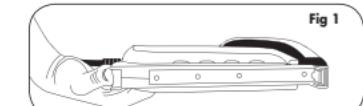
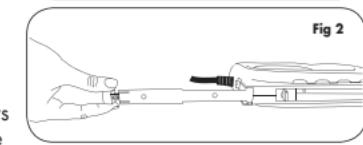

Fig 1
Fig 2
2. L'outil T50AC (Cloueuse et agrafeuse électrique) a un magasin des agrafes et clous de finition de charge inférieur. Retournez l'outil et pressez l'assemblage de poussée (**Fig 1**).
3. Faites reculer le poussoir jusqu'à ce qu'il s'arrête pour exposer le magasin d'agrafes (**Fig 2**).
L'outil T50ACMC est équipé d'une lumière de travail sur le devant (**Fig. 1**). La lumière sera activée en actionnant la gâchette. L'outil T50ACMC est doté d'un interrupteur de sécurité là où l'agrafe ou le clou est expulsé (**Fig. 2**) qui empêchera l'outil de tirer lorsqu'il n'est pas en contact avec la surface de travail. Pour utiliser la lumière de travail à DEL correctement, appuyer sur la gâchette avant que l'outil n'entre en contact avec la surface de travail. Une fois que l'outil entre en contact avec la surface de travail, relâcher la gâchette, puis appuyer de nouveau sur la gâchette pour tirer une agrafe ou un clou. Cette technique s'avérera utile en tirant des agrafes ou des clous dans des coins plus serrés ou des endroits mal éclairés. Si l'outil se bloque, la lumière de guidage et l'indicateur lumineux sur le dessus de l'outil clignoteront. Pour débloquer l'outil, retourner l'outil, ouvrir le chargeur pour pouvoir retirer l'agrafe ou le clou bloqué.